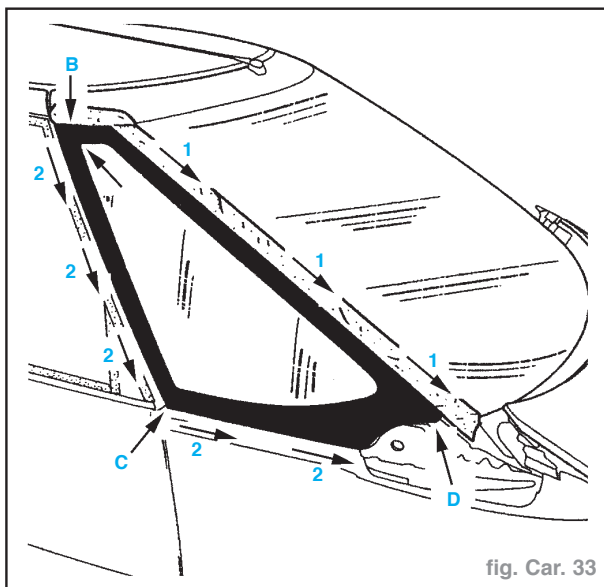

fig. Car. 33
- Amorcer la découpe du cordon adhésif joint en (B), (C) et (D) à l'aide d'un outil tranchant, pour faciliter la découpe (fig. Car. 33).